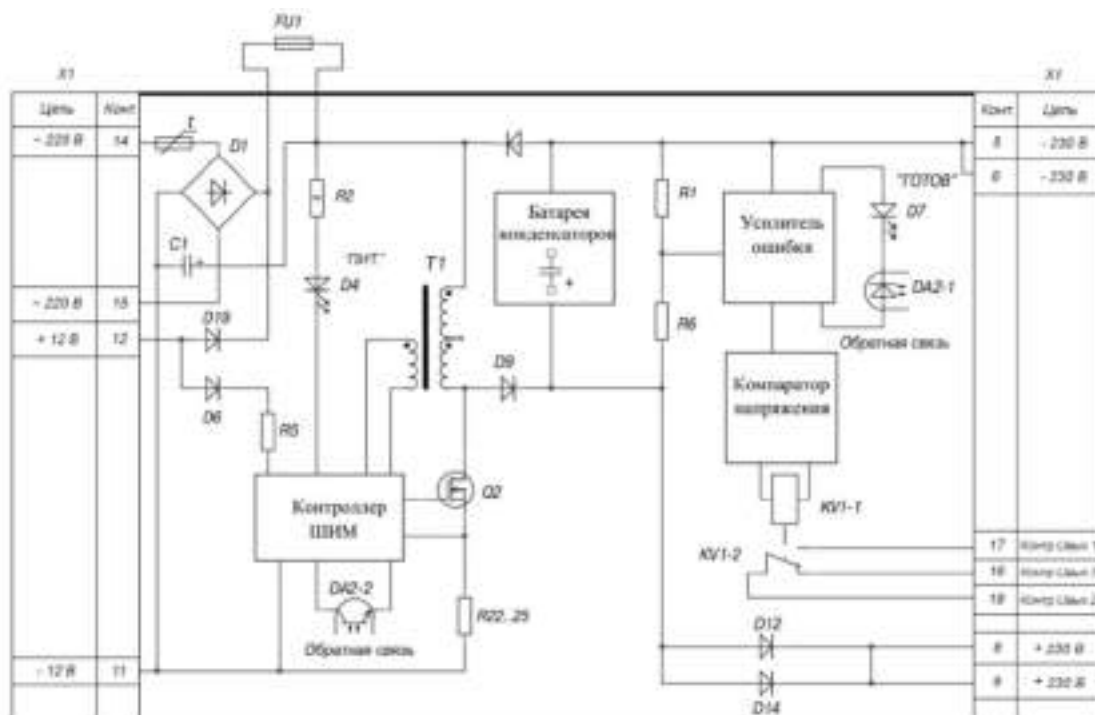

Рис.1. Функциональная схема блока БП
Предохранитель FU1 установлен последовательно в цепи питания блока, как показано на функциональной схеме рис.1.
1.3.2 Блок преобразует переменное напряжение 100/127/220 В, постоянное напряжение 12/110/220 В в постоянное напряжение 230В. Принцип действия Блока основан на импульсном методе преобразования напряжения. Функциональные узлы Блока представлены на рис.1.